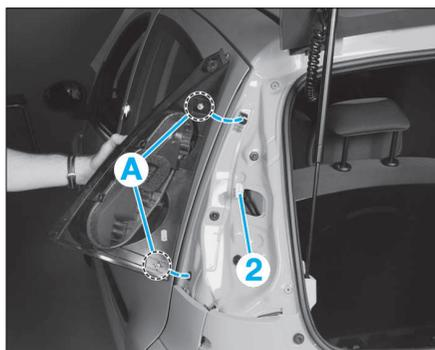

FIG. 95
- Décliper aux endroits indiqués (A) (Fig.95), puis débrancher le connecteur (2).